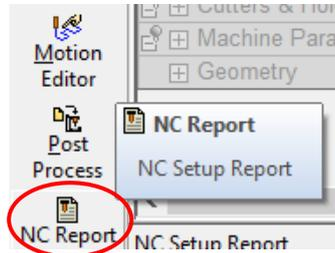
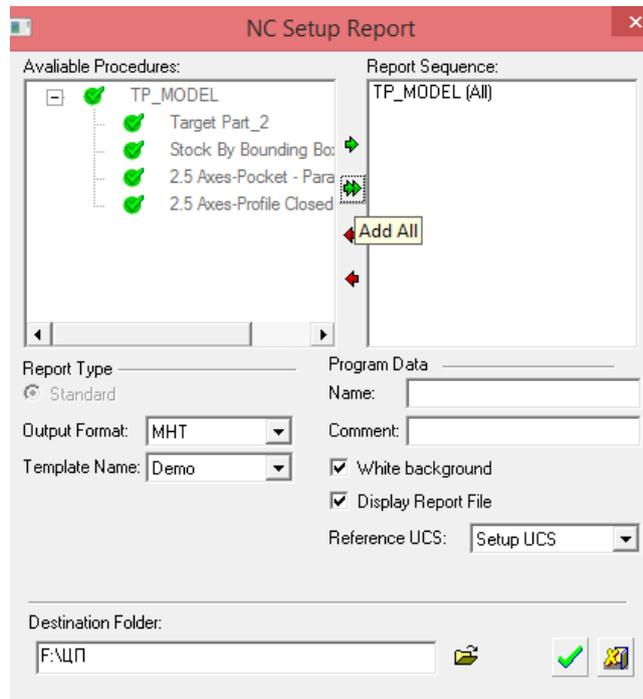

Рисунок 40 – Кнопка «NC Отчет»
Рисунок 41 – Окно параметров вывода отчета
3.10 Последний шаг – вывод отчета. Для этого нажмем кнопку «NC Отчет» (рисунок 40). В появившемся окне нажмем двойную зеленую стрелочку, выберем место сохранения и нажмем Зеленую галочку для подтверждения (рисунок 41). Отчет представлен на рисунке 42.